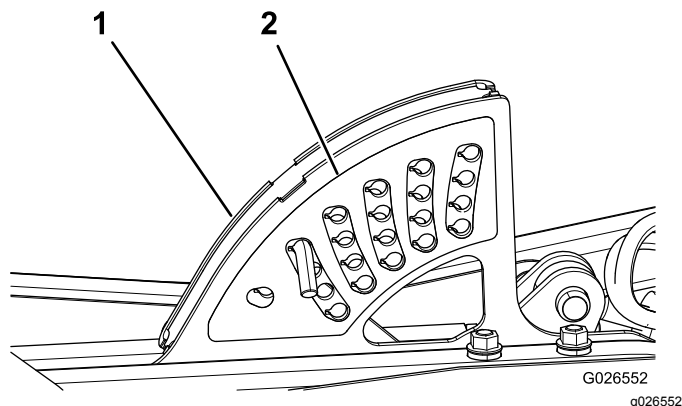

Рисунок 5
1. Снимите существующую табличку высоты скашивания с кронштейна высоты скашивания на машине (Рисунок 5).